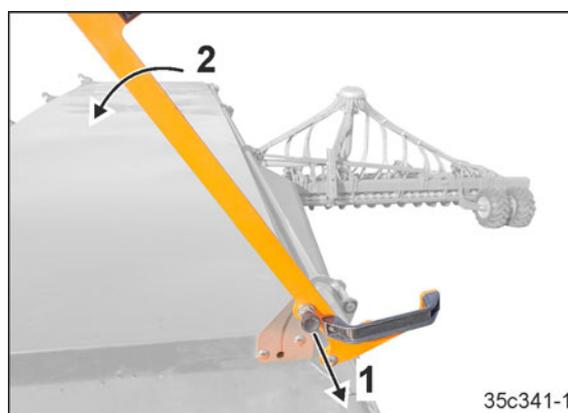

Рис. 259
3. Выньте подпружиненный палец (Рис. 259/1) и поверните рычаг (Рис. 259/2) вниз.